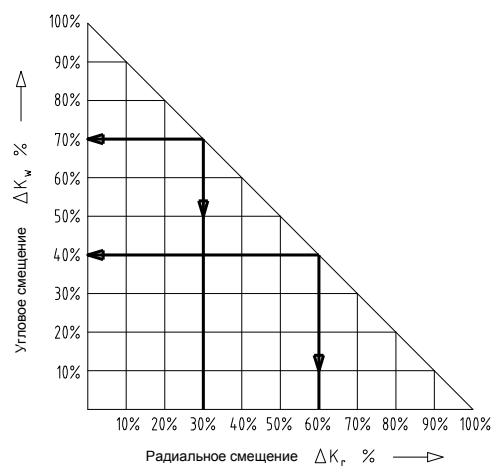

Рис. 28: Одновременное возникновение смещений
- Одновременное возникновение максимально допустимых смещений, указанных в таблице 13 не допустимо. При одновременном возникновении радиального и углового смещений, превышение суммы смещений ΔK_r соотв. ΔK_w не допустимо (см. рис. 28)
Примеры одновременного возникновения смещений указанных на рис. 28: